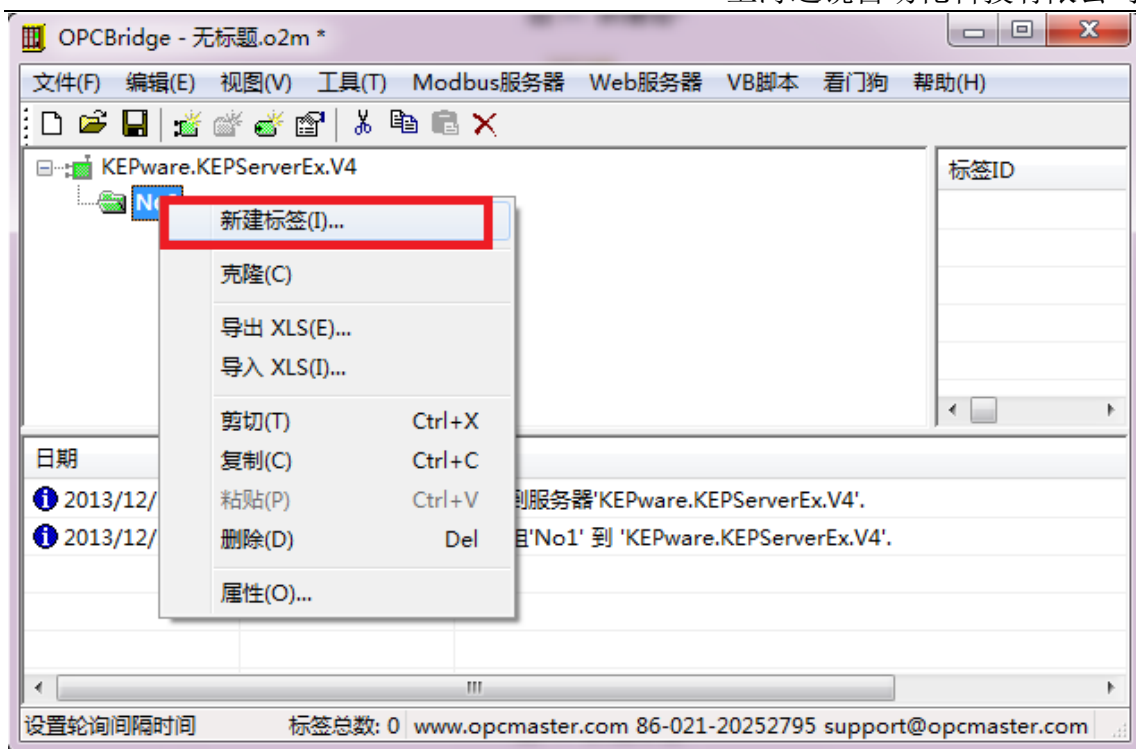

图 3：新建标签
(2) 新建标签：点击工具栏中的  按钮或者点击菜单栏“编辑”，在显示的选项中点击“新建标签”，或者如图 3 所示选中所在组点击右键选择“新建标签”。